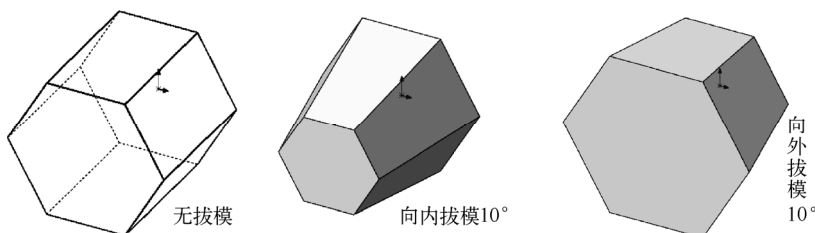

图 5-5 拔模说明
- 6) 如果要给特征添加一个拔模，单击（拔模开/关）按钮，然后输入一个拔模角度。拔模特征说明如图 5-5 所示。